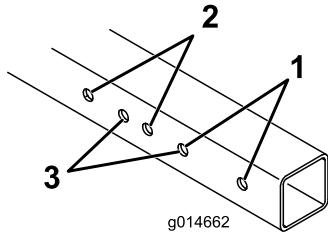

Figura 2
1. Consulte la Figura 2 para determinar los orificios de montaje del bastidor que deben utilizarse para ajustarse a la anchura de la segadora de greens.